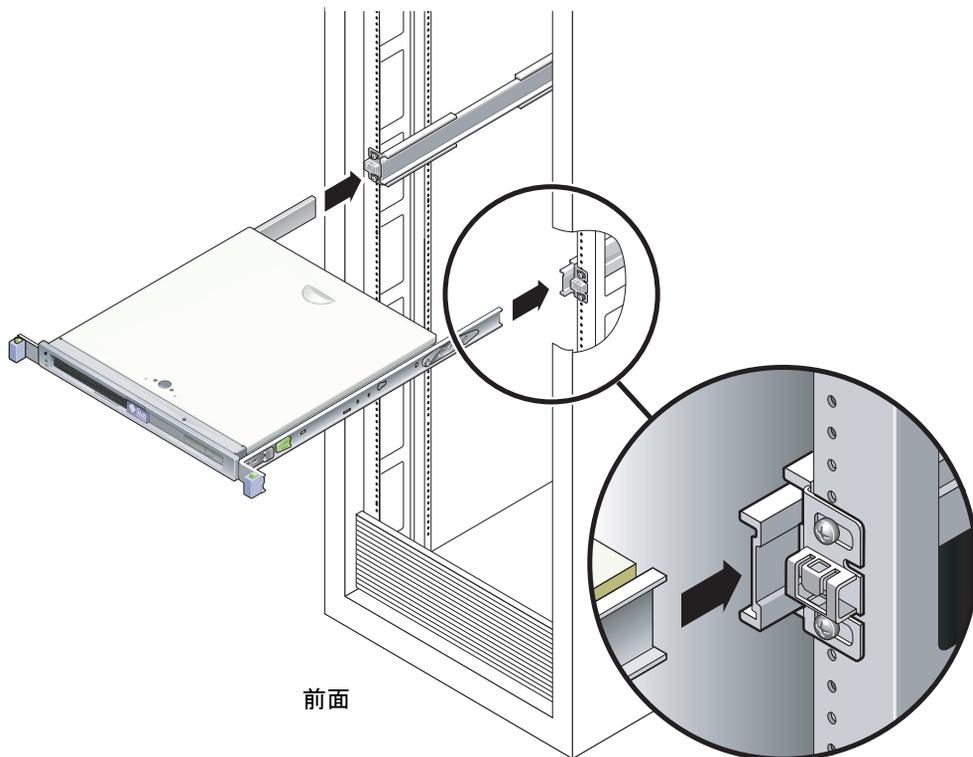

図 2-8 スライドレールへのシャーシの取り付け
2. サーバーを持ち上げて、固定部品の両端を左右のスライドレールに挿入します (図 2-8)。